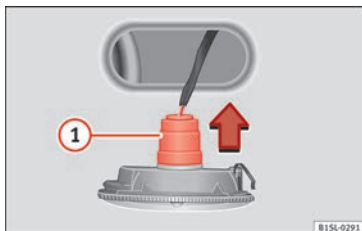

Abb. 93 Seitliche Blinkleuchte: Glühlampewechsel.
2. Die seitliche Blinkleuchte aus der Karosserie heraushebeln (2).
3. Lampenhalter mit der Glühlampe in Pfeilrichtung » **Abb. 93** (1) herausziehen.